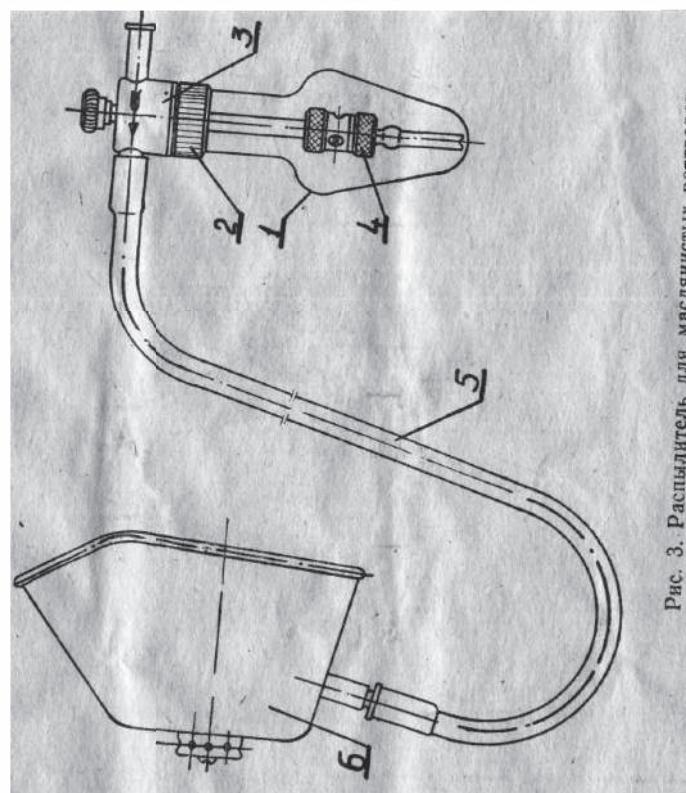

Рис. 3. Распылитель для маслянистых растворов
3. 3. 2. Распылитель для маслянистых растворов (рис. 3) предназначен для распыления масел: ментолового, персикового, подсолнечного и др. Распылитель дает возможность распылять не менее 1 см³ раствора в течение 10 минут при величине частиц до 10 микрон.
4. 2. Распылитель для маслянистых растворов (рис. 3).